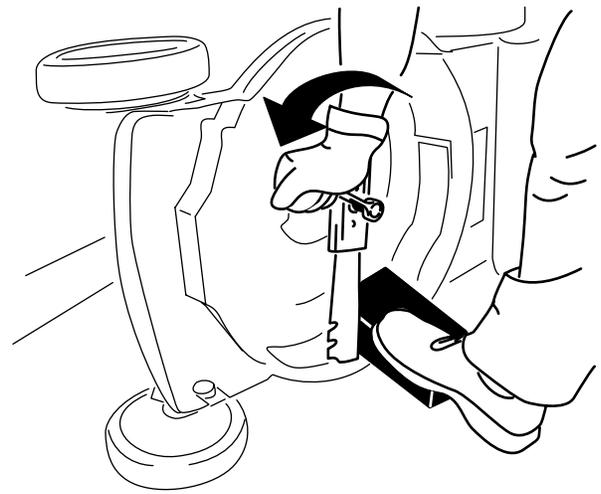

Figure 17
2. Immobilisez la lame avec un morceau de bois (Figure 17).
3. Retirez le boulon de lame, le support et la lame; conservez le support et le boulon de lame (Figure 17).